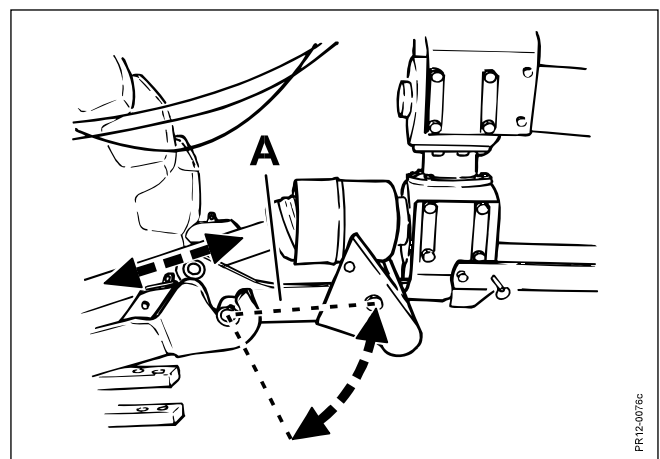

Fig. 2-5
- Fig. 2-5**
- inte i något läge har mindre överlappning än 200 mm (Här avses speciellt de situationer då säkerhetsdraget, (TOP SAFE systemets stötdämpare) kommer att utlösa, vid ex.vis påkörning av jordfast sten, se fig. 2-5).